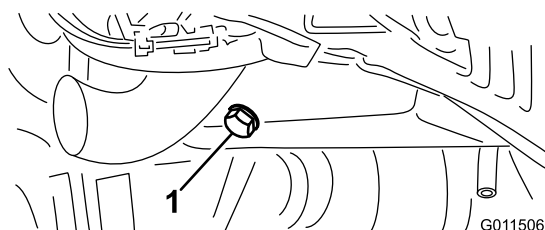

Figure 53
- Enlevez un des bouchons de vidange (Figure 53) et laissez couler l'huile dans un bac de vidange. Remettez le bouchon quand la vidange est terminée.